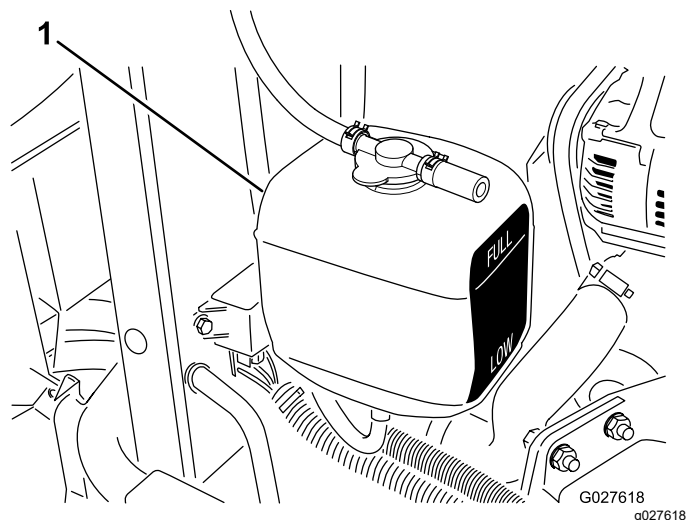

Figure 75
3. Vérifiez le niveau de liquide de refroidissement dans le vase d'expansion (Figure 75).